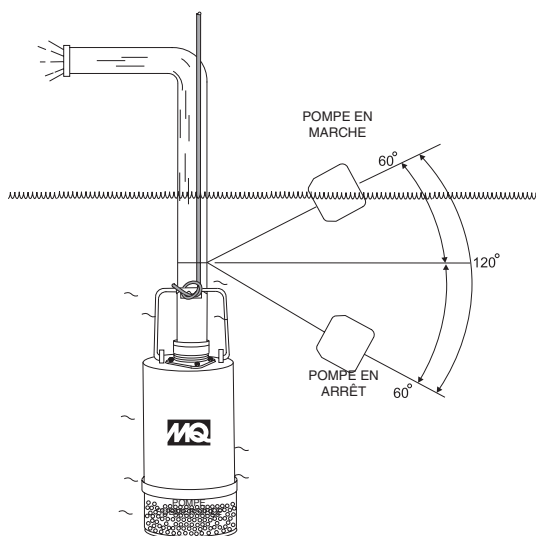
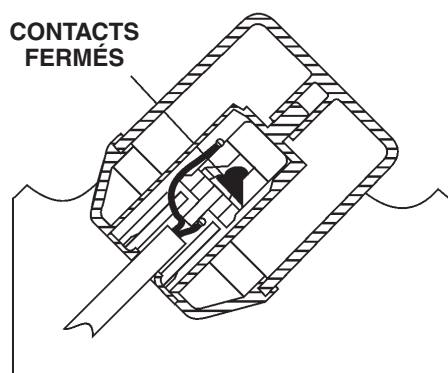
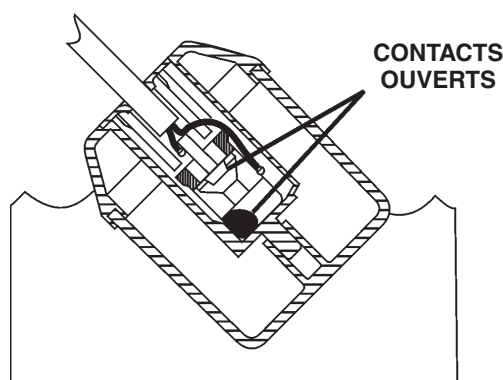

Figure 3. Plage de pompage (interrupteur à flotteur)
Figure 4. Interrupteur à flotteur (fermé) Pompe arrêtée / POSITION D'ARRÊT
Figure 5. Interrupteur à flotteur (ouvert)
Un interrupteur au mercure sensible à l'inclinaison est fermé hermétiquement à l'intérieur de chaque flotteur. Lorsque le niveau de liquide (eau) monte ou descend, le flotteur change d'angle jusqu'à ce que l'interrupteur à mercure ferme (fermé, Figure 4) ou coupe (ouvre, Figure 5) le circuit. La plage de pompage maximale est de 120 degrés. Voir Figure 3 ci-dessous.
3. Déterminer la longueur des câbles de l'interrupteur à flotteur, puis les fixer au flexible de refoulement de la pompe. Voir Figure 3 et Tableau 3 pour déterminer la plage de pompage.